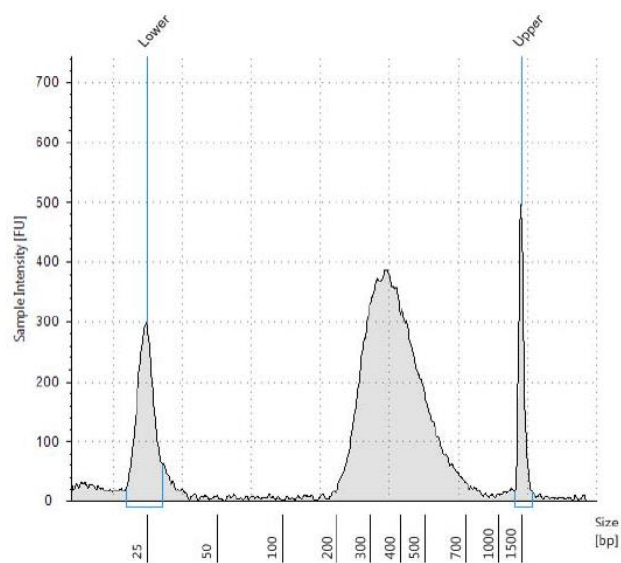
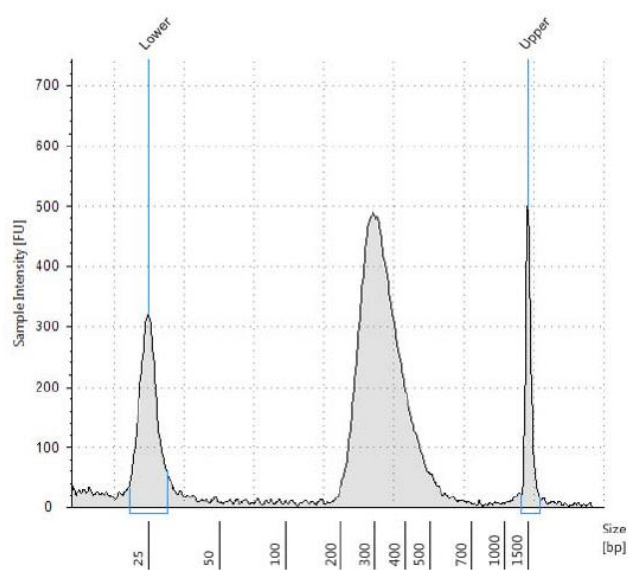
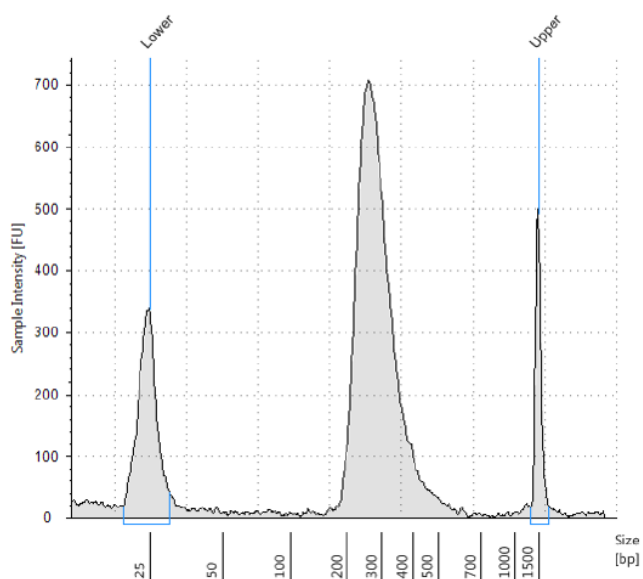

図 16 高品質 gDNA サンプルから調製したキャプチャ後ライブラリの電気泳動図
図 17 典型的な FFPE gDNA サンプルから調製したキャプチャ後ライブラリの電気泳動図
図 18 低品質な FFPE gDNA サンプルから調製したキャプチャ後ライブラリの電気泳動図
17. 解析終了後、電気泳動図(electropherogram)により、約 200-400 bp の間に DNA 断片のピークがあることを確認します。電気泳動図の例は図 16(高品質 DNA から調製したライブラリ)、図 17(中程度の品質の FFPE DNA から調製したライブラリ)、図 18(低品質の FFPE DNA から調製したライブラリ)に示されています。